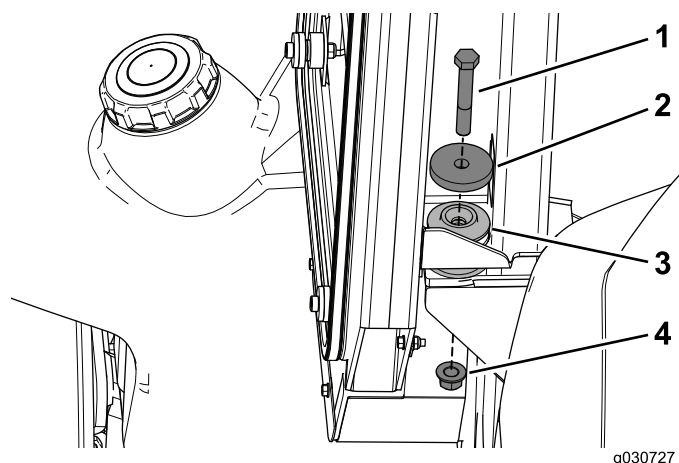

Figure 27
- Utilisez un boulon (1/2 x 3-1/4 po), une rondelle (2-1/4 po de diamètre) et un contre-écrou (1/2 po) pour fixer la cabine aux supports arrière sur la machine (Figure 27).